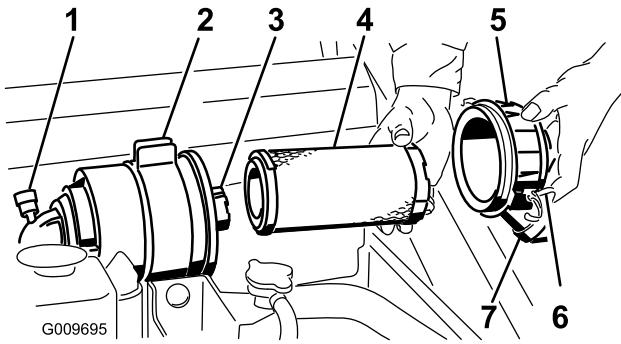

Figure 33
Important: Faites l'entretien du filtre à air uniquement quand l'indicateur de colmatage est rouge (Figure 33). Changer le filtre à air prématièrement ne fait qu'accroître le risque de contamination du moteur par des impuretés quand le filtre est déposé.
4. Ouvrez les attaches du filtre à air et séparez le couvercle du corps du filtre (Figure 33).
1. Sortez l'élément principal du corps du filtre avec précaution (Figure 33). Évitez de cogner l'élément à l'intérieur du corps.
4. Si vous remplacez l'élément filtrant de sécurité, insérez-le avec précaution dans le corps du filtre (Figure 33).
5. Placez ensuite l'élément principal sur l'élément de sécurité avec le même soin (Figure 33). Assurez-vous qu'il est bien engagé en appuyant sur le rebord extérieur.
6. Reposez le couvercle du filtre à air, le côté portant l'inscription "UP" en haut, et fermez les dispositifs de verrouillage (Figure 33).